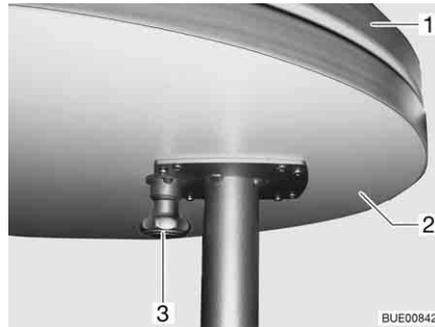

Fig. 92 Mesa fija
- Tirar el botón (Fig. 92,3) del bloqueo hacia abajo y girar la prolongación del tablero de mesa (Fig. 92,2) hacia fuera.
- Girar la prolongación del tablero de mesa (Fig. 92,2) debajo del tablero de la mesa (Fig. 92,1) hasta que se oiga engatillar el bloqueo.